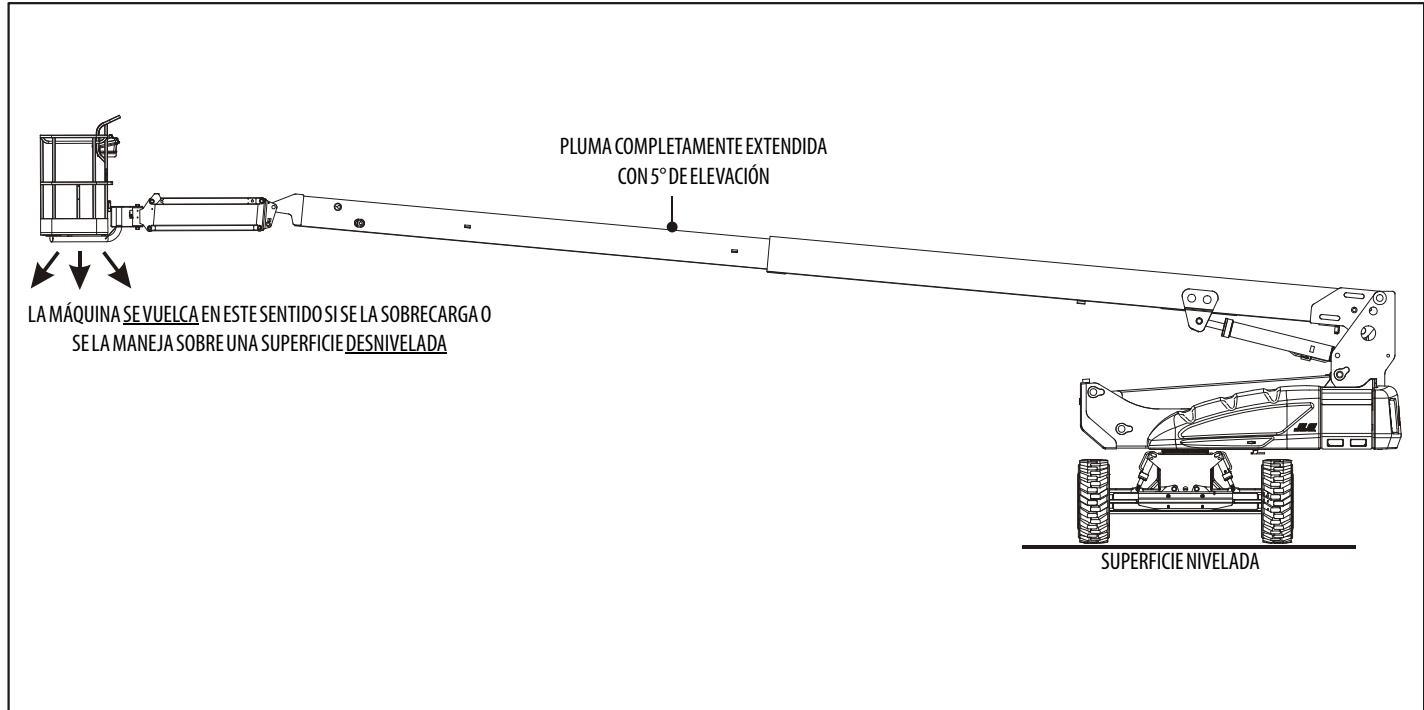
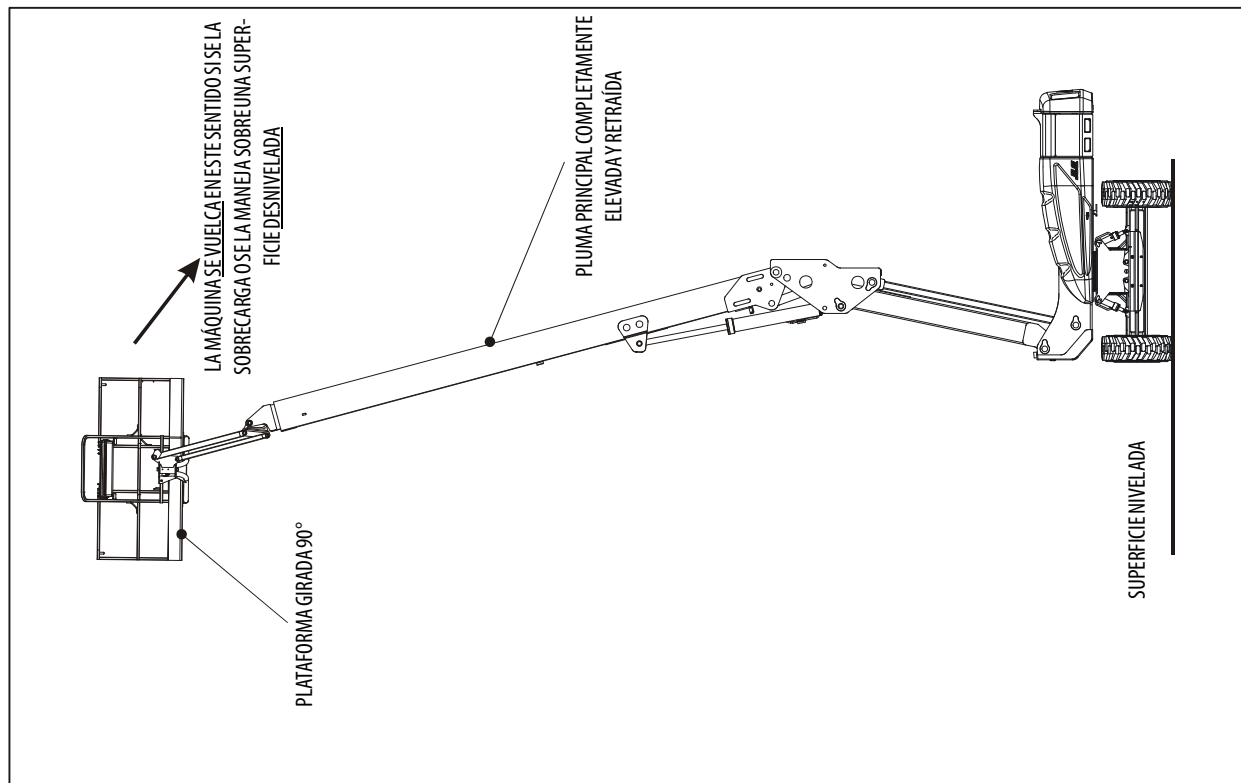

Figura 4-1. Posición de estabilidad delantera mínima
Figura 4-2. Posición de estabilidad trasera mínima
La estabilidad de la máquina depende de dos (2) condiciones, las cuales se denominan estabilidad DELANTERA y estabilidad TRASERA. La posición de la máquina que ofrece la estabilidad DELANTERA mínima se ilustra en la (ver la Figura 4-1.); la posición que ofrece la estabilidad TRASERA mínima se ilustra en la (ver la Figura 4-2.)